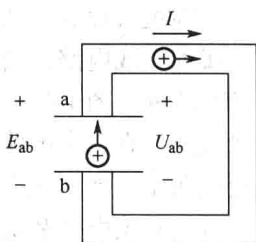

图 1-10 电荷的回路
(1) 电压和电动势的定义及表达式 在图 1-10 中，a、b 是电源的正、负极，a 为正极带正电荷，b 为负极带负电荷。正、负电荷相互作用在电极 a、b 之间形成电场，其方向由 a 指向 b。如果用导体(连线和负载)将 a 和 b 连接起来，则在电场力的作用下，正电荷将由 a 向 b 运动，在此过程中，电场力做功。为了衡量电场力做功的本领，引入电压这一物理量。在电路中，a、b 两点间的电压  $U_{ab}$  在数值上等于电场力将单位正电荷从 a 点移到 b 点所做的功。设由 a 到 b 电场力做的功为  $W$ ，被移动的电荷量为  $Q$ ，则二者之比就是 a、b 间的电压，即
在图 1-10 中, 正电荷在电场力的作用下, 从正极 a 向负极 b 移动, 在导体中形成电流。正电荷到达负极 b 后, 就要与负极 b 的负电荷中和, 使电极间的电场减弱, 电流相应减小。如果中和过程持续下去, 电极间的电场逐渐减小到零, 电流减小到中断。为了使电流持续不断并保持稳定, 在电源内部必须具有一种力, 它能把正电荷从负极 b 推到正极 a, 使电极间始终维持稳定的电场强度。所有的电源都具有这种力, 在电池中, 这种力是由化学反应产生的化学力, 而在发电机中, 这种力是由电磁作用产生的电磁力。由于这种力存在于电源内部, 因而称为电源力。电源力在推动正电荷移动时会做功。因此, 为了衡量电源力做功的能力, 引入了电动势这一物理量。
(2) 电压和电动势的方向 电压和电动势都是标量, 但在分析电路时, 和电流一样, 也说它们具有方向性。电压的实际方向规定为由高电位端指向低电位端, 即为电位降落的方向。如在图 1-10 中 a 端电位高(用“+”号表示), b 端电位低(用“-”号表示), 则电压的方向为由 a 指向 b。电动势的方向与电压的方向相反, 规定为由电源的低电位端指向高电位端, 即电位升高的方向。如在图 1-10 中 b 端电位低(用“-”号表示), a 端电位高(用“+”号表示), 则电动势的方向为由 b 指向 a。b 端为电源的负极, a 端为正极, 因此电动势的方向为电源的负极指向正极的方向。